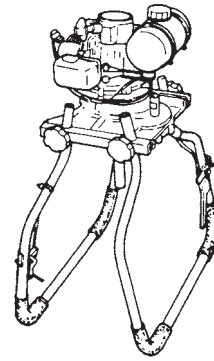

Abb. 14
- 2) Nach unten geklappt, können die Handgriffe bei der Lagerung als Ständer dienen (Abb. 14).